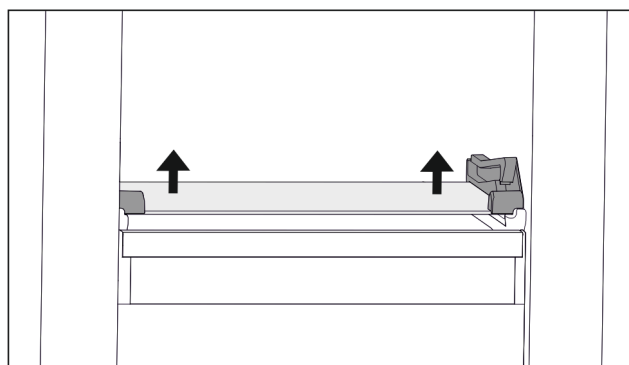

Fig. 72 Tablette en verre du tiroir basculable
- Appuyer des deux côtés sur la tablette en verre de bas en haut. (voir Fig. 72)